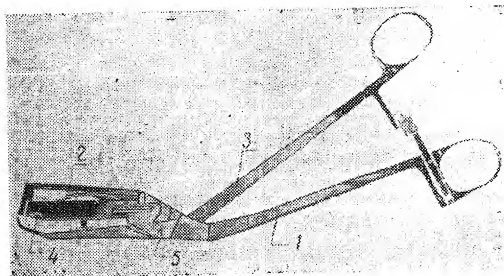

Рис. 1.
Аппарат (см. рис. 1) состоит из следующих основных частей: бранша верхний (1), бранша средний (2), бранша нижний упорный (3) и зажим (4), закрепленный в средней бранше.